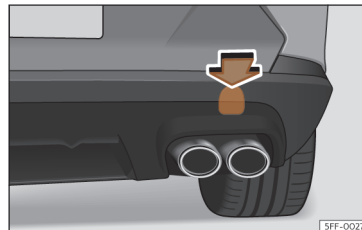

Fig. 45 No lado direito do para-choques traseiro: retirar a tampa.
O alojamento para a argola de reboque enroscável encontra-se na parte direita do para-choques traseiro, atrás de uma tampa »» Fig. 45.
- Pressione a zona superior da tampa »» Fig. 45 para desencaixá-la.